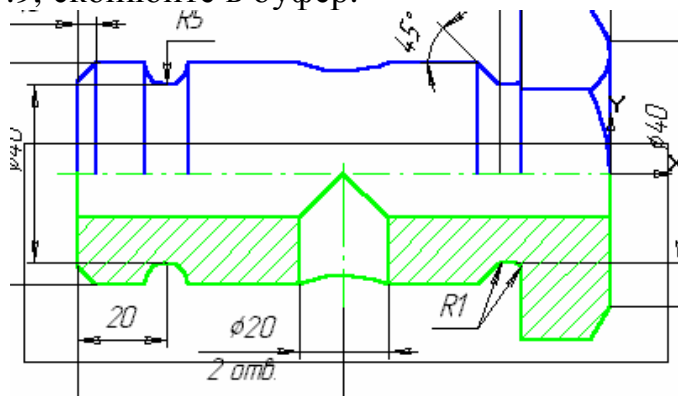

Рис. 7.9.
2. Для побудови основи активізуйте фронтальну площину. Встановіть орієнтацію деталі *Вид спереду*. Активізуйте кнопку *Новий ескіз* на Панелі управління. Система перейде в режим редагування ескізу. Відкрийте креслення, виконаний в лабораторній роботі №6. Рамкою виділіть частину зображення, рис. 7.9, скопіюйте в буфер.
Закрийте креслення і вставте з буфера зображення (в режимі редагування ескізу). Видаліть штрихування і зайві лінії, рис. 7.9.